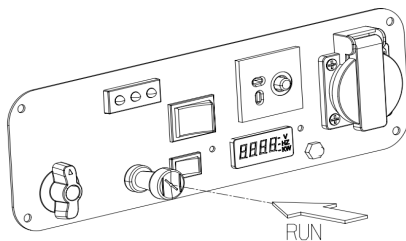

Ilustración 10 La palanca del cebador en modo RUN.
4.4 Devuelva la palanca del cebador a su posición cuando el motor esté caliente. Ver ilustración 10.